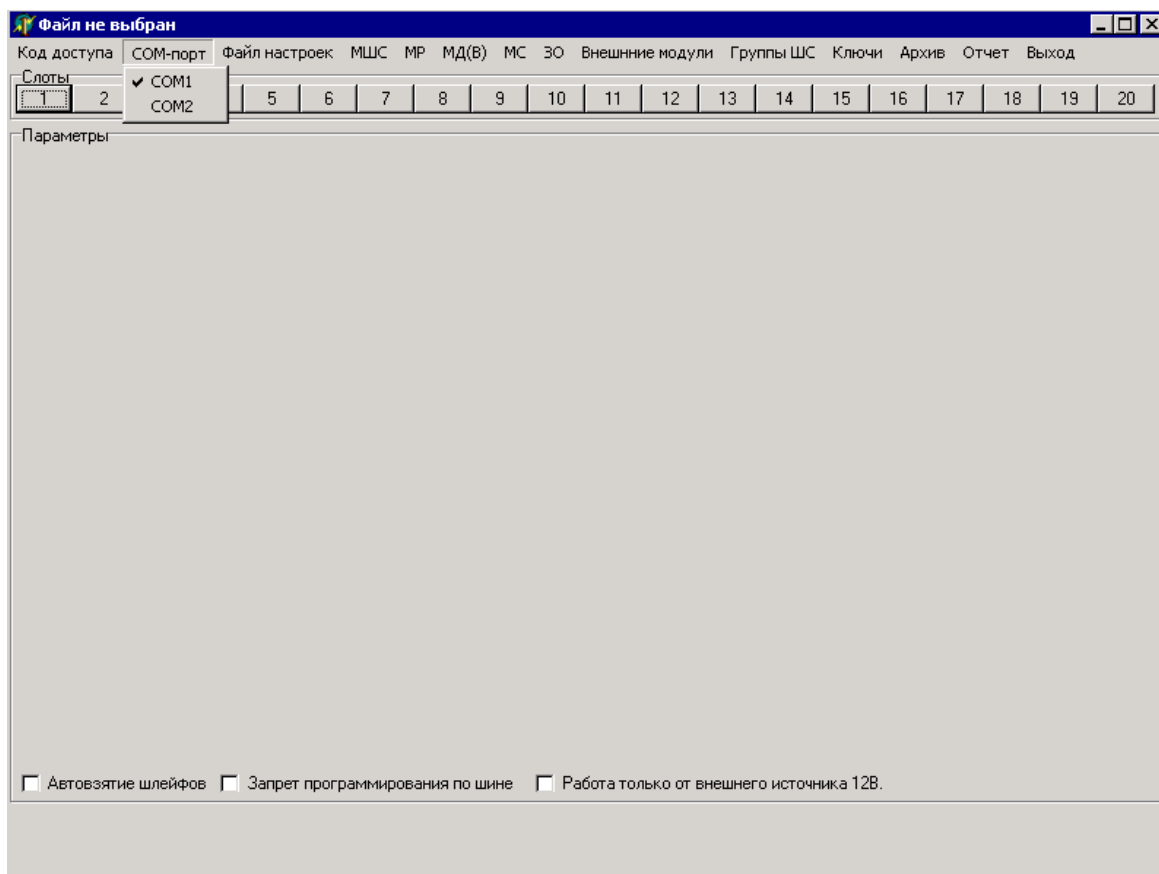

Рисунок 3
2.1.2.3 С помощью команды главного меню «COM-порт \ COM...» необходимо установить, отметив в выпадающем списке значком «v», номер виртуального COM-порта ПЭВМ, к которому был подключен МВ. При первом запуске программы по умолчанию в качестве виртуального COM-порта ПЭВМ, к которому подключен МВ, устанавливается COM1 (рисунок 3). Изменение этого параметра сохраняется на жестком диске ПЭВМ в рабочей директории программы.